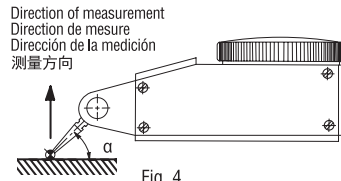

Fig. 4
2. When this requirement cannot be met, the angle  $\alpha$  must be determined (Figure 4) and the indicator reading must be multiplied by the correction factor given below.
2. Lorsque cette exigence ne peut être respectée, l'angle  $\alpha$  doit être déterminé (Figure 4) et la lecture de l'indicateur doit être multipliée par le facteur de correction indiqué ci-dessous.
2. 当无法满足此要求时，必须确定角度  $\alpha$ （见图 4），并将指示器读数乘以下方给出的修正系数。